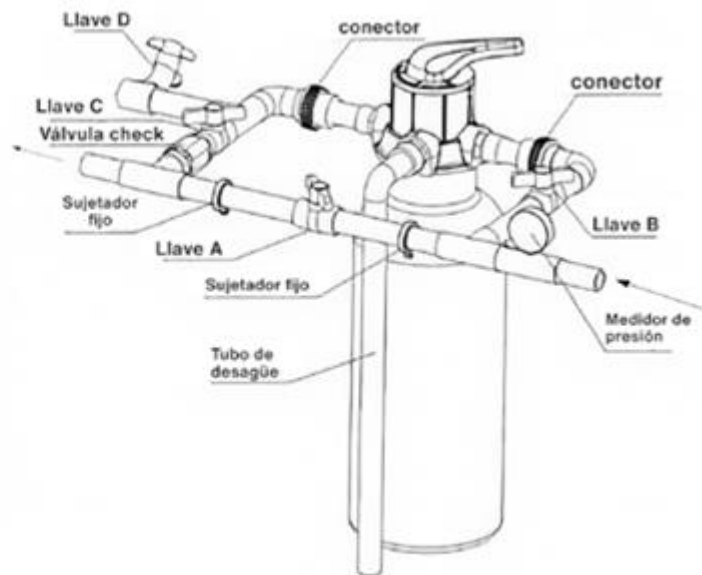

Figura 1-2
- a. Como lo muestra la Figura 1-2 se debe instalar un medidor de presión en la entrada del agua.